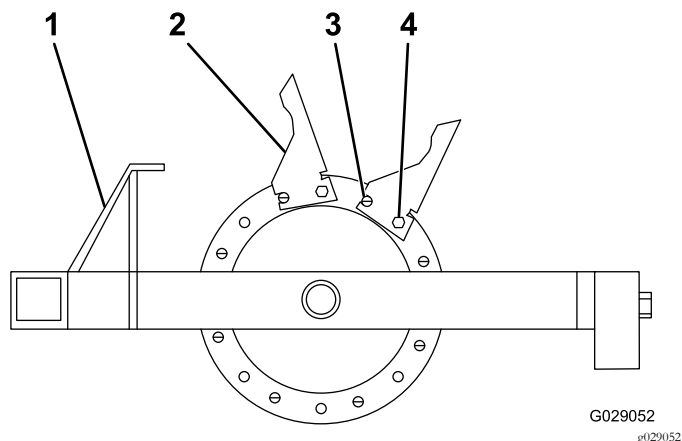

图9
1. 如图9所示从外侧铸件开始安装打孔针。
2. 将所有 8 个打孔针都安装到铸件上使用滚销和螺栓 1/2 英寸 x 1-3/4 英寸并确保滚销在前面的位置图9。